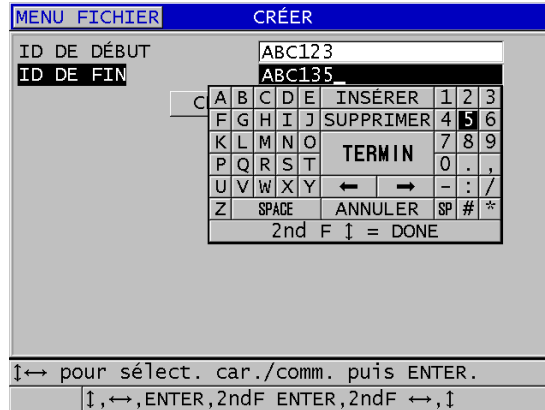

Figure 11-5 Sélection de la plage d'identificateurs d'un fichier de type séquentiel
3. Sur la deuxième page de l'écran **CRÉER**, faites ce qui suit (voir la Figure 11-5 à la page 191) :